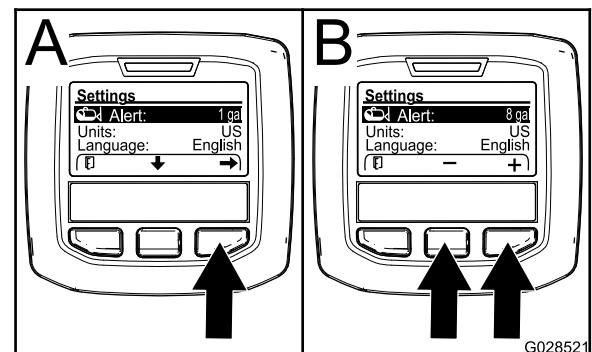

Figure 70
2. Appuyez sur le bouton de sélection central pour mettre en surbrillance le réglage Alerte (Figure 70).
- Appuyez sur le bouton de sélection droit (Figure 70).
- Utilisez le bouton de sélection central ou droit pour entrer la quantité minimum dans la cuve à laquelle l'alerte s'affichera pendant le fonctionnement du pulvérisateur (Figure 70).